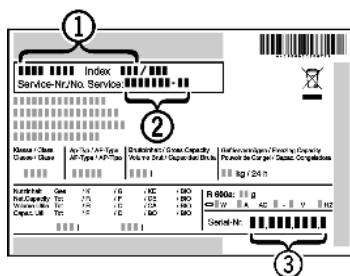

Fig. 12
- Обратитесь в сервисную службу и сообщите вид неисправности, наименование устройства *Fig. 12 (1)*, сервисный № *Fig. 12 (2)* и серийный № *Fig. 12 (3)*.